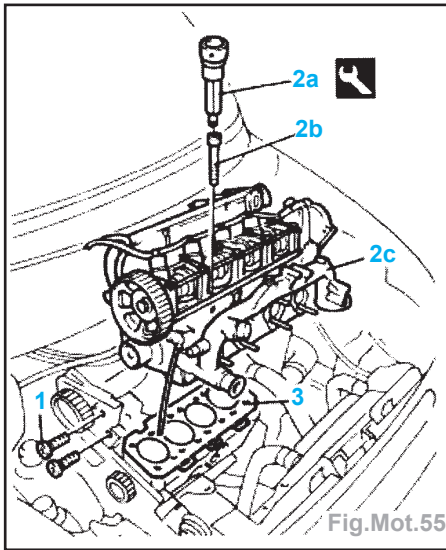

Fig.Mot.55
- Déposer (Fig.Mot.55) :
- les vis (1) de fixations du collecteur d'admission au support de la pompe de pression,